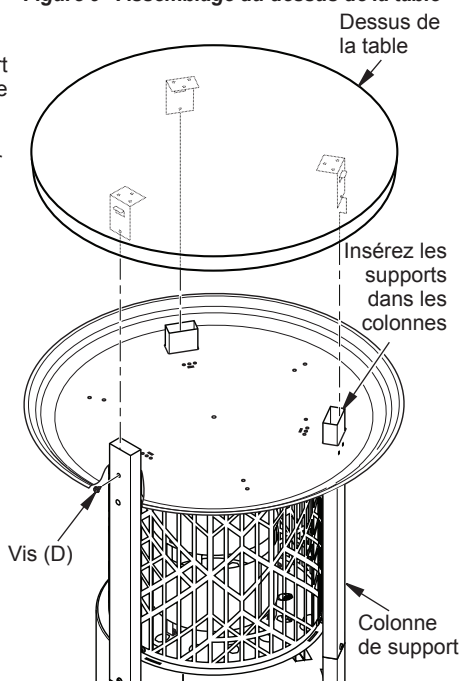

Figure 10 - Installation du dessus de la table
17. Mettez la table dessus dessous. Insérez les supports dans les colonnes supérieures. Insérez 1 vis (D) dans chaque colonne et chaque support pour fixer (voir figure 10).